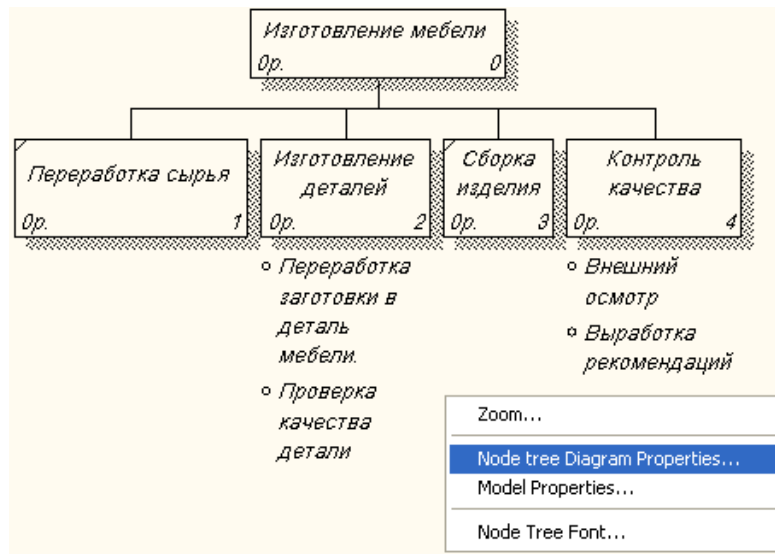

Рис. 4.6. Выбор меню *Node tree Diagram Properties*
- Щелкните правой кнопкой мыши по свободному месту, не занятому объектами, выберите меню **Node tree Diagram Properties** (рис. 4.6.).